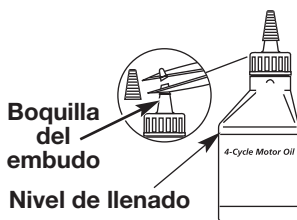

Fig. 9
Su unidad trae una botella de aceite SAE 30 SJ de 90 ml (3,04 onzas fluidas) (Fig. 9).
NOTA: Guarde la botella para medir la cantidad correcta de aceite cuando deba cambiarlo en el futuro (Fig. 9). Lea *Cambio de aceite*.
- Desenrosque la tapa de la botella de aceite y retire el sello de papel que cubre la apertura. Vuelva a colocar la tapa. Corte la punta de la boquilla del embudo (Fig. 9).